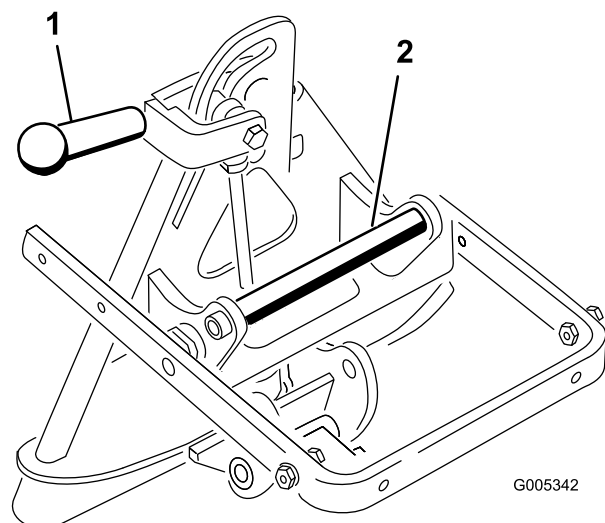

图 8
1. 从机器后部看向左旋转锁定杆以解锁连接器 图 8。
3. 握住连接器手柄并提起附件连接器同时将其旋转回附件上 图 8。